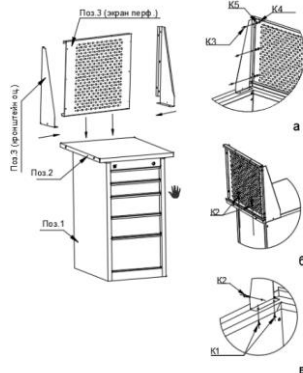

Рис. 5. Крепление Экрана (перф.) к верстаку.
- Кронштейны прикрепить к перфорации с помощью метиза (K3,K4,K5) рис.5,а
- Кронштейны к верстаку прикрепить метизом (K1,K2) Рис.5,в
- Прикрепите панель перфорированную к столешнице метизом (K2).Рис.5,б